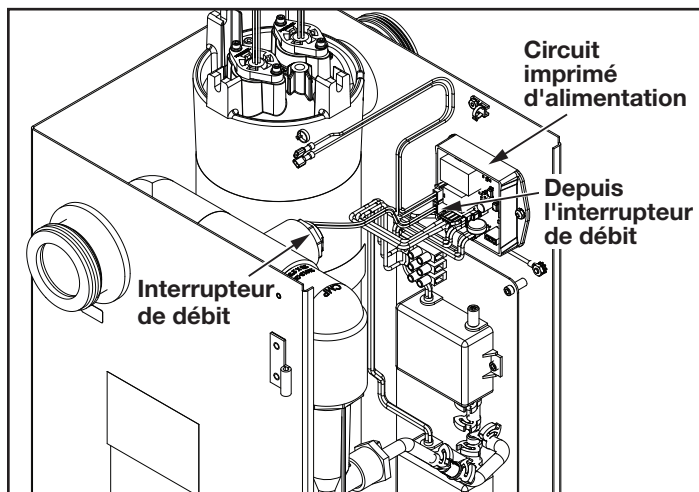

Figure 17. Emplacement et connexion électrique de l'interrupteur de débit JAOPX200 / JAOPX350
4. Débrancher les connecteurs de l'interrupteur de débit de la carte de circuit imprimé. Voir la Figure 17.
8. Rebrancher l'interrupteur de débit dans la fente appropriée de la carte de circuit imprimé. Voir la Figure 17.